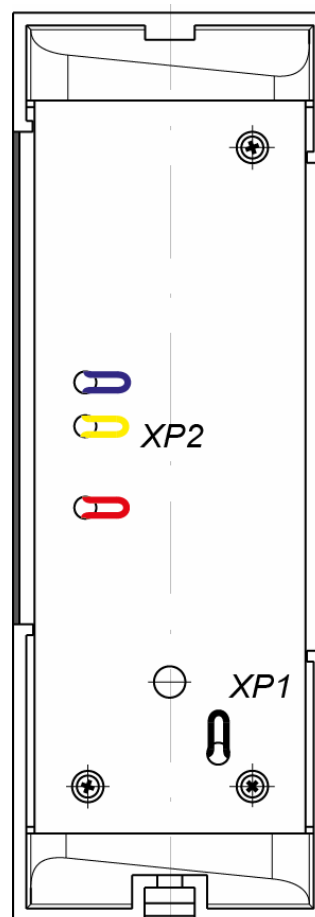

Рисунок 4. Расположение трех перемычек «номер считывателя» (XP2) и перемычки «отключение концевого резистора» (XP1)
Кроме того, на тыльной стороне считывателя расположены четыре перемычки проводом (см. рис. 4):
4. При помощи трех перемычек **XP2** (см. рис. 4) установите номер считывателя, для чего в соответствии с табл. 1 необходимые перемычки перекусите кусачками. Разрезанные перемычки не должны контактировать с другими перемычками и с металлическим основанием.
- С целью предотвращения искажений сигнала на концах линии связи RS-485 должны быть установлены концевые резисторы. В считывателе **PERCo-IR04.1** такой резистор предусмотрен конструктивно. Если устанавливаемый считыватель не является конечным устройством на линии связи, то на нем необходимо отключить концевой резистор, для чего перекусите перемычку **XP1** (см. рис. 4). Проверьте наличие концевых резисторов на реальных концах линии связи интерфейса RS-485.